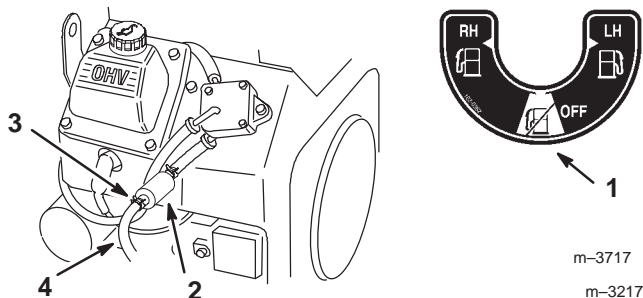

Figure 40
5. Posez un filtre neuf et rapprochez les colliers de fixation du filtre (Fig. 40).
2. Fermez le robinet d'arrivée de carburant (Fig. 40).
3. Desserrez le collier de serrage au niveau du filtre à carburant et repoussez-le long de la conduite d'alimentation pour l'éloigner du filtre (Fig. 40).
4. Débranchez la conduite d'alimentation du filtre (Fig. 40). Ouvrez le robinet d'arrivée de carburant et laissez l'essence s'écouler dans un bidon ou un bac de vidange.
5. Raccordez la conduite d'alimentation au filtre. Rapprochez le collier de serrage du filtre pour fixer la conduite d'alimentation (Fig. 40).